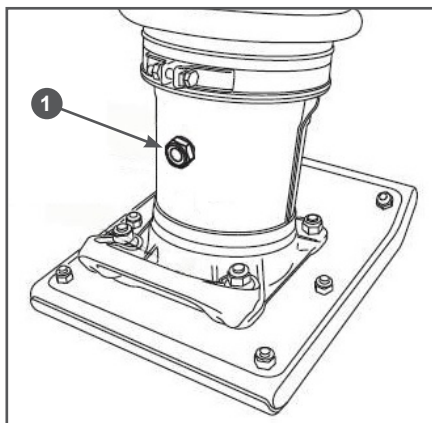

Рис. 7 Проверка уровня масла в рабочем цилиндре
2. На задней стороне рабочего цилиндра находится пробка 1 со смотровым отверстием для контроля уровня масла в рабочем цилиндре (Рис. 7). Уровень масла должен быть посере-